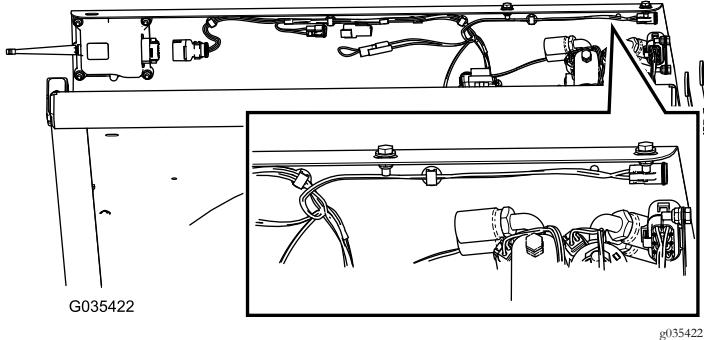

Figura 13
3. Disponete l'estremità di collegamento E-Stop del cablaggio preassemblato lungo la parte inferiore della protezione del paraurti, come mostrato nella Figura 13.